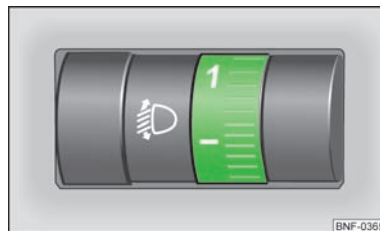

Fig. 22
- Drej indstillingshjulet » Fig. 22 til den ønskede lyslængde.